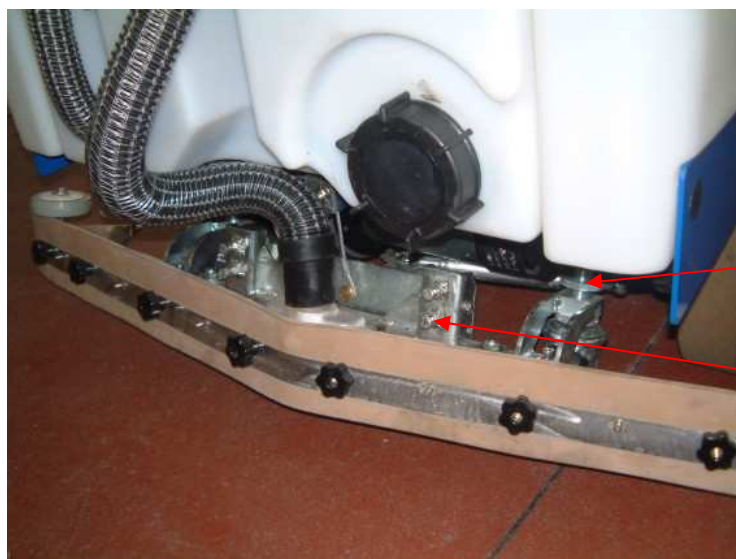

FIGURE 4.10
- Pour régler l'inclinaison du squeegee, agir sur les vis Allen de réglage (détail 2 figure 4.10). La juste pression est atteinte quand l'arête de la raclette touche le sol à une inclinaison de 45° - 60° par rapport au sol.
- Pour régler la pression, intervenir sur les douilles filetées des roues de guidage du squeegee, les desserrer pour obtenir la pression voulue (il est très important que les deux roues soient réglées de la même manière) (détail 1, figure 4.10).